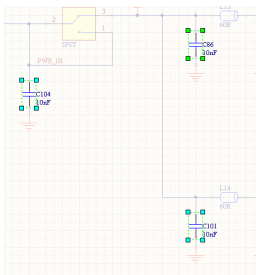

图 3.39 全局修改后的电路图
(3) 在“SCH Inspector”页面内单击“Part Comment”编框,将其改为“10nF”,其他参数保持不变,最后单击回车键即可将更改应用到搜索到的所有电容,更改后的结果如图3.39所示。